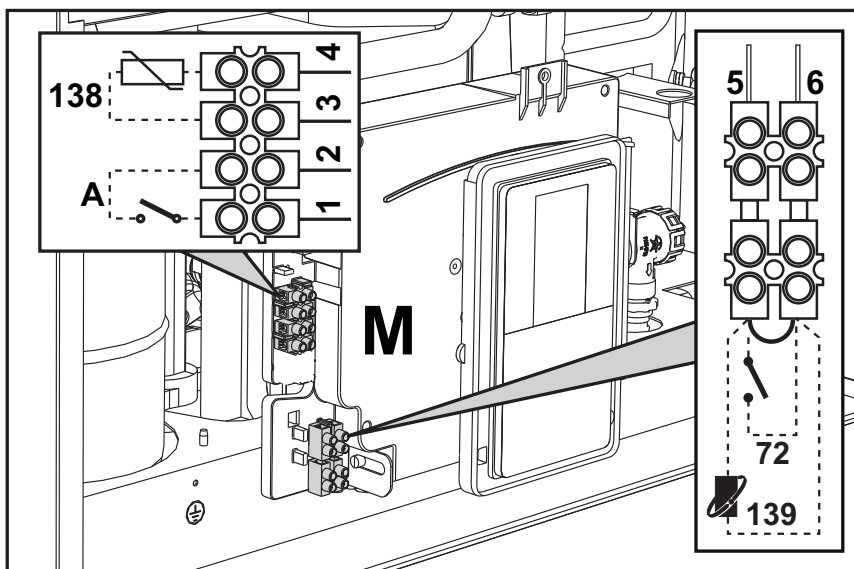

fig. 28
Dopo aver tolto il pannello frontale (sez. "Apertura del pannello frontale" a pag. 49) è possibile accedere alle morsettiere (M) e al fusibile (F) seguendo le indicazioni descritte di seguito. **I morsetti indicati nella fig. 28 devono essere a contatti puliti (non 230V).** La disposizione dei morsetti per i diversi allacciamenti è riportata anche nello schema elettrico alla fig. 64.
Configurazione Interruttore ON/OFF (A fig. 28)